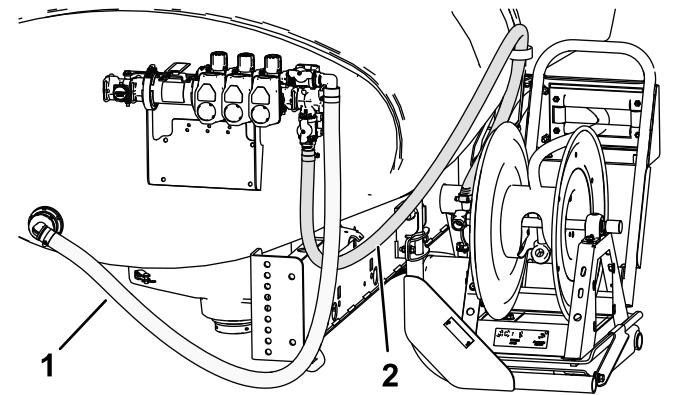

Figura 33
18. Enrute la manguera de suministro del carrete de la manguera según se muestra en Figura 33, y sujetela al carrete de la manguera con una abrazadera.